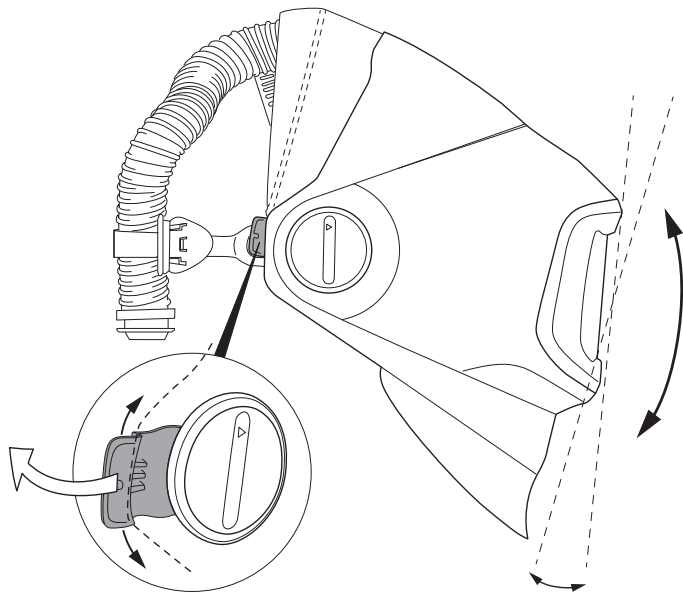

Fig. 5a
- a. En el punto de giro del lado derecho hay una pequeña palanca para detener el desplazamiento hacia abajo de la careta para soldar. En la posición alta, la careta para soldar descansa para que el soldador pueda soldar ligeramente por encima del nivel de los ojos. En la posición baja, la careta para soldar se orienta a un ángulo ligeramente hacia abajo (Fig. 5a). Con el protector de esmerilado en la posición superior, empuja la palanca hacia la cabeza y ajústela hacia arriba o hacia abajo. Baje el protector hasta el punto de parada para ver dónde descansa.